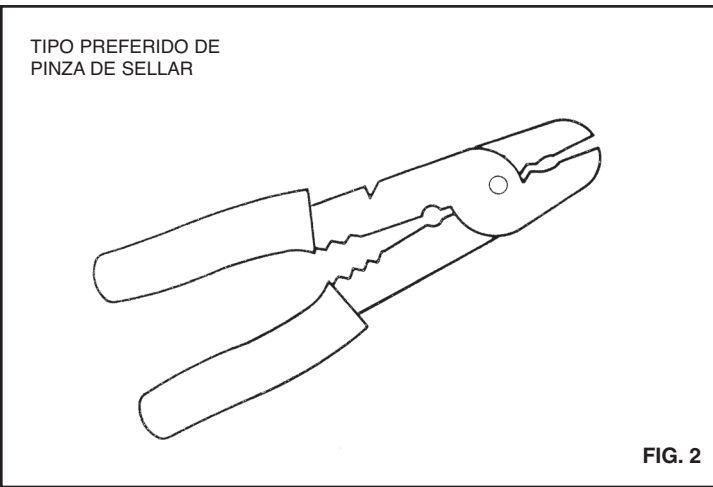

FIG. 2
2) Quite 1/4" de forro de los cables conductores. Colocar los terminales, que se proporcionan, sobre el cable correspondiente de acuerdo a su polaridad utilizando las pinzas recomendadas que se ilustran en la fig. 2. Instale los cables conductores sobre los terminales de la bomba, asegurándose de mantener la polaridad correcta. Si se instala incorrectamente la bomba girará al revés y no bombeará.